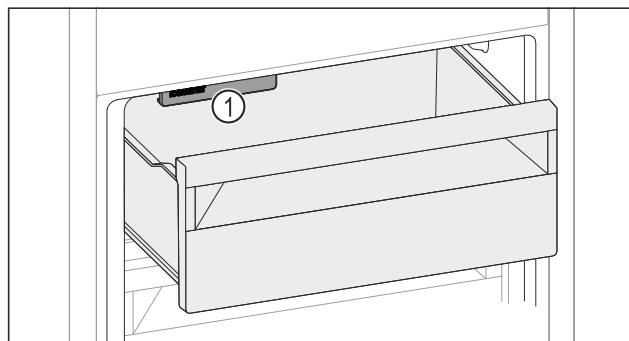

Fig. 115
- ▶ Prihladijte na IceMaker Fig. 115 (1).